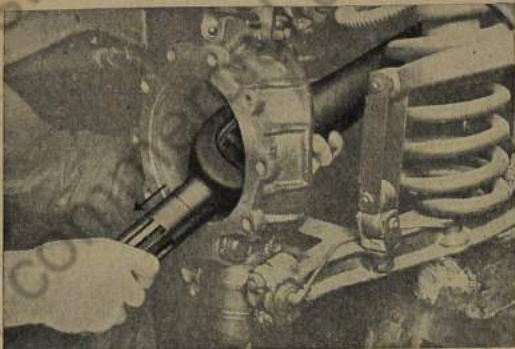

Bild 764: Quergelenkwelle herausziehen
14. Quergelenkwelle durch das Antriebsgelenkgehäuse hindurch herausziehen (Bild 764).